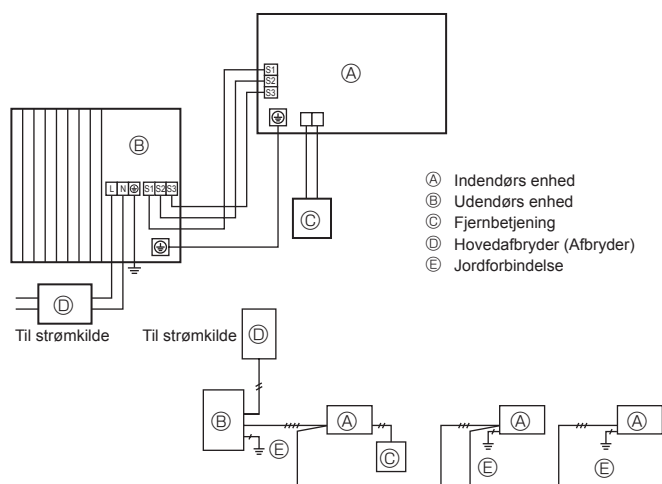

Fig. 6-1
### 6.1. Udendørs enhed (Fig. 6-1, Fig. 6-2)
- ① Afmonter servicepanelet.
- ② Før kablerne som angivet i Fig. 6-1 og Fig. 6-2